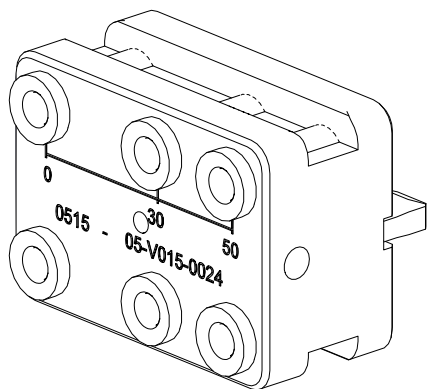
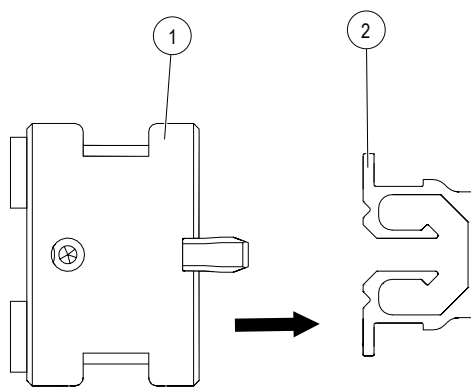

Abb. 86: Flexible Bohrlehre
Abb. 87: Bohrlehre (1) in Datenschiene (2) schieben
- Der PE-Anschluss wird auf die Datenschiene montiert. Für die Bohrungen in der Datenschiene wird die flexible Bohrlehre verwendet (siehe Abb. 86 und Abb. 87).